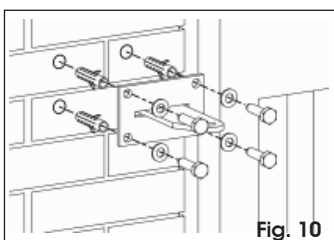

Fig. 10
- Fissare il tutto al pilastro utilizzando adeguati sistemi di fissaggio (Fig. 10).